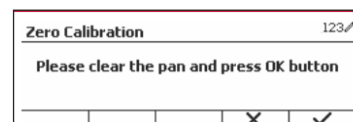

Figure 5
3. Retirez tout poids présent sur le plateau et appuyez sur le bouton multifonction correspondant à l'icône ✓. (Voir Figure 5)